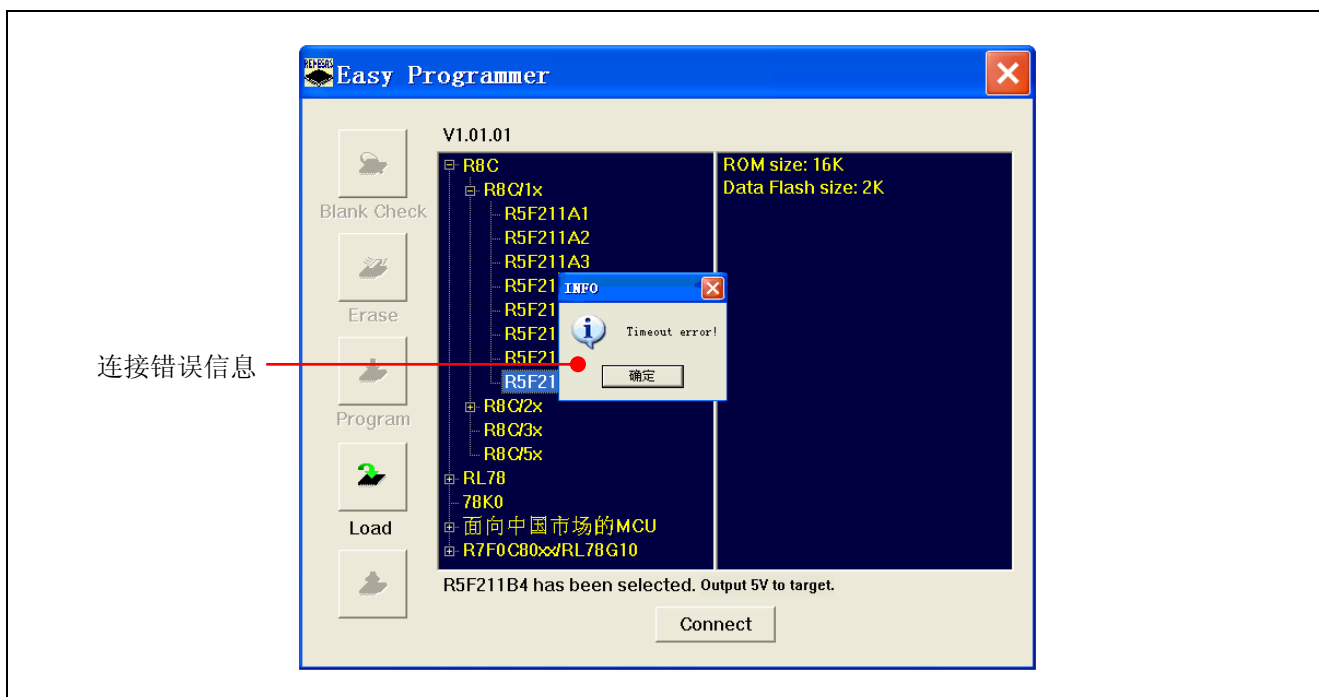

图 2.10 目标板连接超时错误界面
3) 如果没有目标板，将弹出连接超时错误信息，如图 2.10 所示